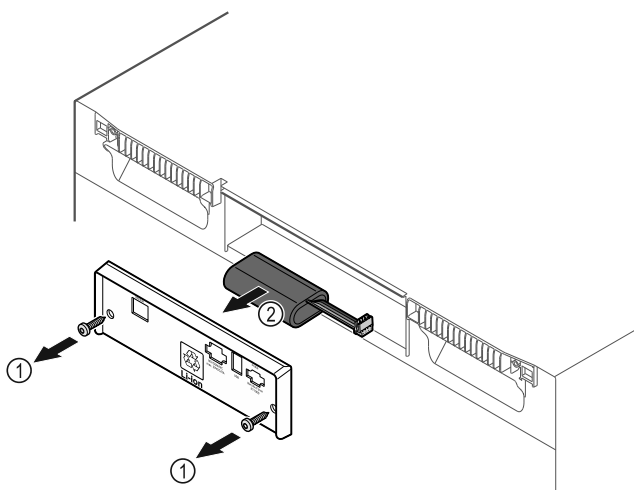

Fig. 229
- Развийте винтовете и свалете капака на гърба на уреда Fig. 229 (1).
- Изключете и извадете батерията Fig. 229 (2).